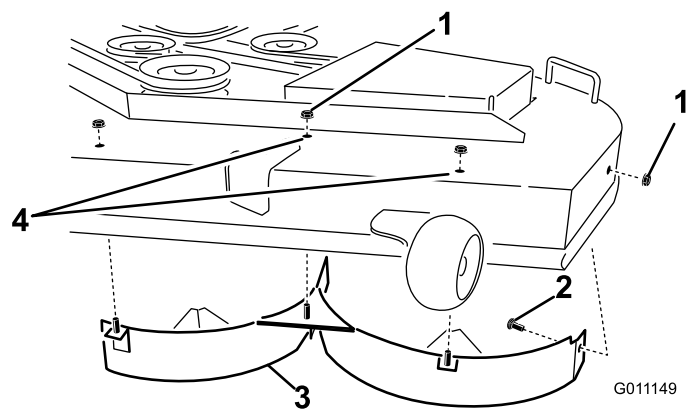

Figura 17
4. Retire las 3 contratuercas (5/16") de las clavijas soldadas del deflector izquierdo, en la parte superior de la carcasa del cortacésped, en las posiciones centro, centro izquierda e izquierda (Figura 17).
5. Retire el perno de cuello cuadrado y la contratuerca, situados en la pared lateral de la carcasa del cortacésped, que sujetan el deflector izquierdo a la carcasa (Figura 17).
6. Retire el deflector izquierdo de la carcasa del cortacésped (Figura 17).
7. Localice los 2 pernos en las piezas sueltas, y utilice las contratuercas existentes para instalar estas fijaciones en los taladros indicados en Figura 17 de la carcasa del cortacésped para evitar que se arrojen residuos al aire.